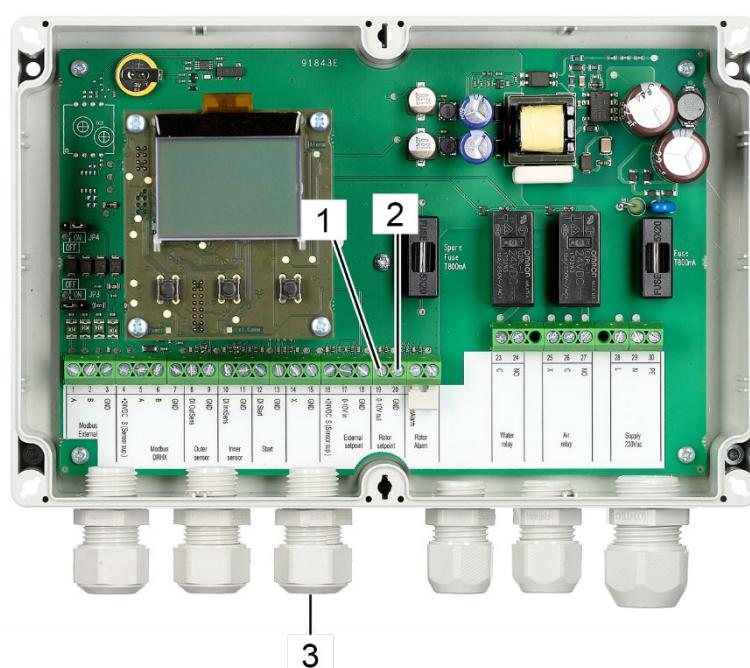

Figura 88: Terminales de la señal interna de control de la velocidad del rotor para el control del rotor del intercambiador de calor rotativo
20. Pase el cable de señal externa 0 - 10 V al control del rotor a través del prensaestopas (Figura 88/3).
21. Conecte la línea de señal de salida externa de 0 - 10 V al terminal 19 (Figura 88/1, 0 - 10 V in).
22. Conecte el cable de conexión a tierra de la señal de salida externa de 0 - 10 V al terminal 20 (Figura 88/2, GND).